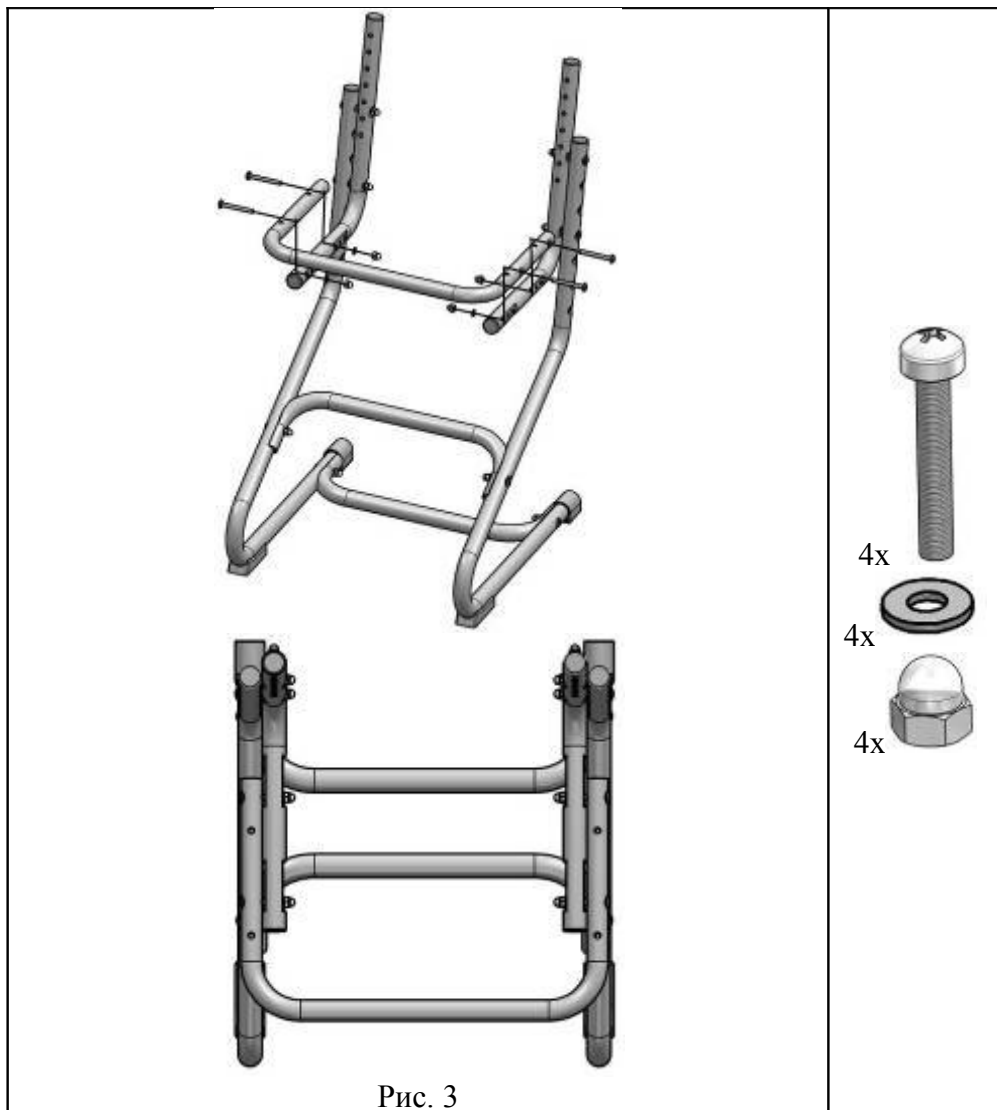

Рис. 3
4.1.3. С наружной стороны нижних концов кронштейнов боковых (поз. 2) с требуемой величиной вылета прикрепить кронштейн сиденья (поз. 3) по средством винтов М6х48,5 (поз. 11) и колпачковых гаек М6 (поз. 9) с установкой под гайками шайб 6 (поз. 8). (См. рис. 3)